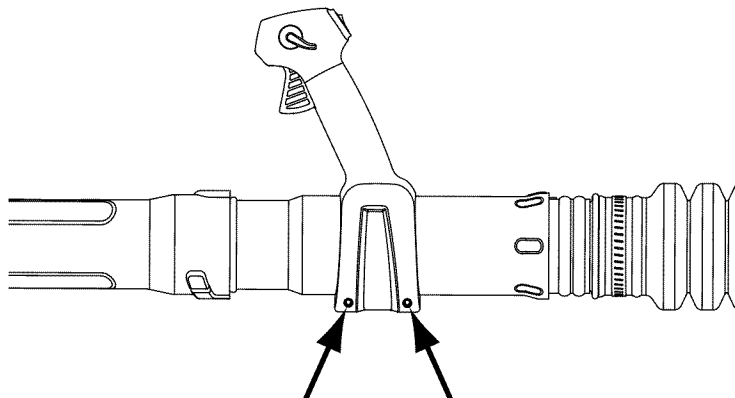

Fig. 9
2. Utilizando un destornillador Torx T-20, apriete los dos tornillos que están en la parte inferior del mango de control del regulador (Fig. 9).